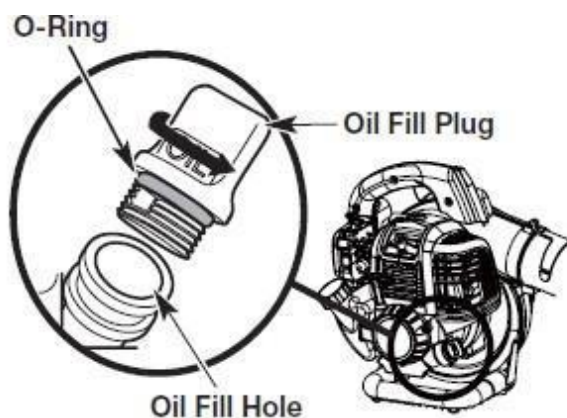

Fig. 8
- 2) Draai de olievulplug los (Fig. 8).
- 3) Vul het gehele oliereservoir in de olievulopening (fig. 8).
**!** WAARSCHUWING! Voeg NIET te veel olie toe. Zie Oliepeil controleren. Voeg nooit olie toe aan de brandstoftank. Dit apparaat heeft een viertaktmotor. Meng GEEN olie met benzine en veeg gemorste olie op. Zorg ervoor dat de O-ring op de olievulplug op zijn plaats zit (Fig. 8).